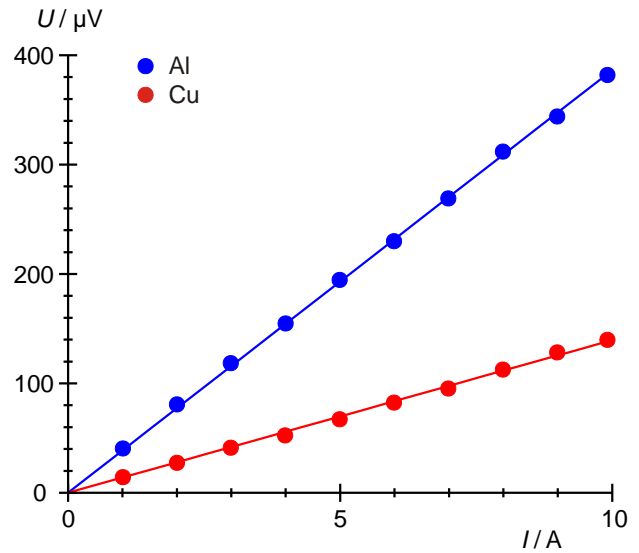

Fig. 4: Diagramma U-I per il rame e l'alluminio
- Rappresentare in un diagramma le tensioni misurate U (Tab. 2) in funzione della corrente I per l'asta conduttiva termica in rame e in alluminio (Fig. 4) e tracciare le rispettive rette sui punti di misura.